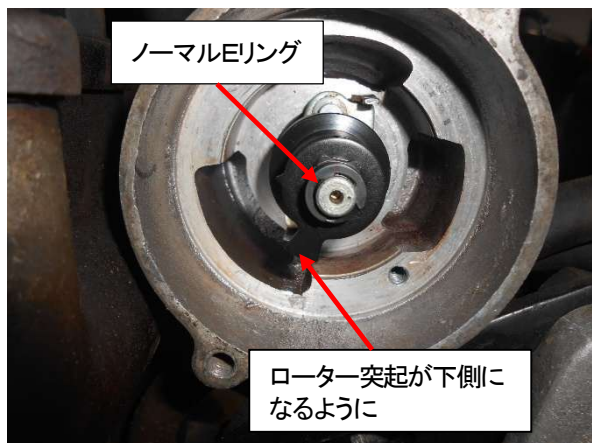
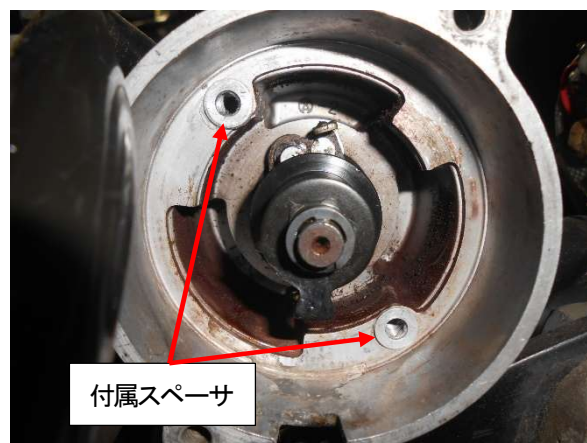

図3、タイミングローターの装着
図4、スペーサの貼り付け
- ③タイミングロータを取付けて下さい(8ページ、図3)。
- ④SP2 ピックアップASSY(タイミングプレート付)を車両のスクリュ、ワッシャを使用して仮止めして下さい。
- ⑤W1SA及びW3は付属の5 * 1. 5スペーサを使用して浮かせて取付けます。(図4、5)
- ⑥タイミングプレートをタイミングロータとの位置を合わせ本締めしてください。(図4)